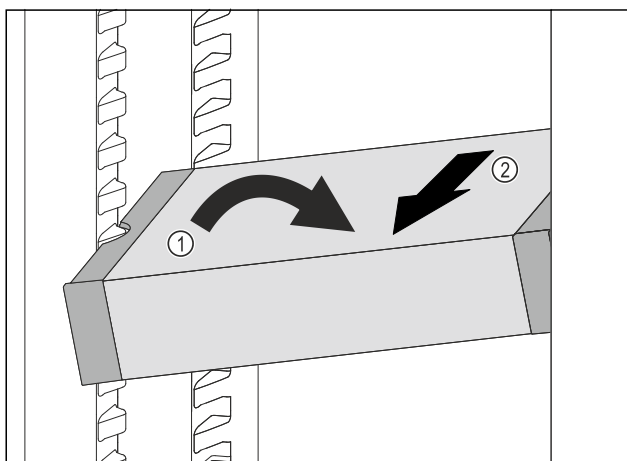

Fig. 105
- VarioSafe im Kühlteil schräg stellen. Fig. 105 (1)
- VarioSafe nach vorne entnehmen. Fig. 105 (2)